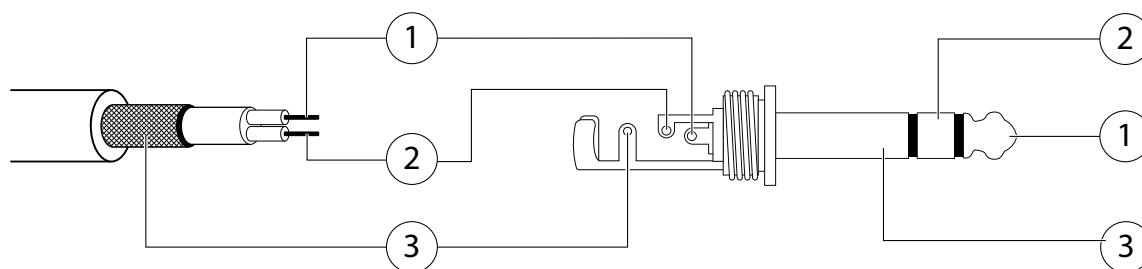

Рисунок 8.1 Схема расписки аудио кабеля и штекера TRS 6.35 мм
Разъёмы TRS (TS) (разг. Джек, англ. Jack) — семейство разъёмов для передачи различных типов аналоговых аудиосигналов. Используется совместно с двужильным (Рис. 8.1, а) или одножильным (Рис 8.1, б) экранированным аудио кабелем. Существуют три стандартных штекера применяемых в аудио кабелях: Jack (6.35 мм, 1/4 дюйма), mini-Jack (3.5 мм), micro-Jack (2.5 мм).